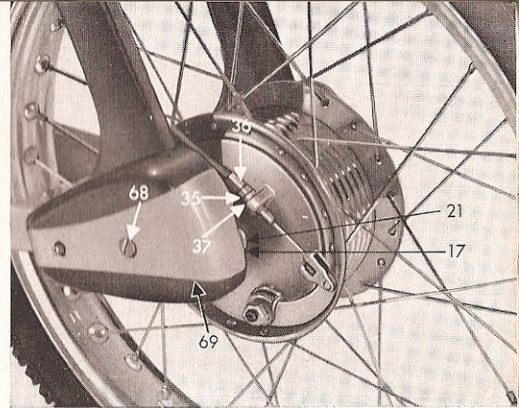

Fig. 8
#### 6º Desmontagem e montagem da roda da frente (fig. 8 e 9)
- b) Tirar em ambos os lados o parafuso de fixação 68 (fig. 8) e tirar a tampa 69